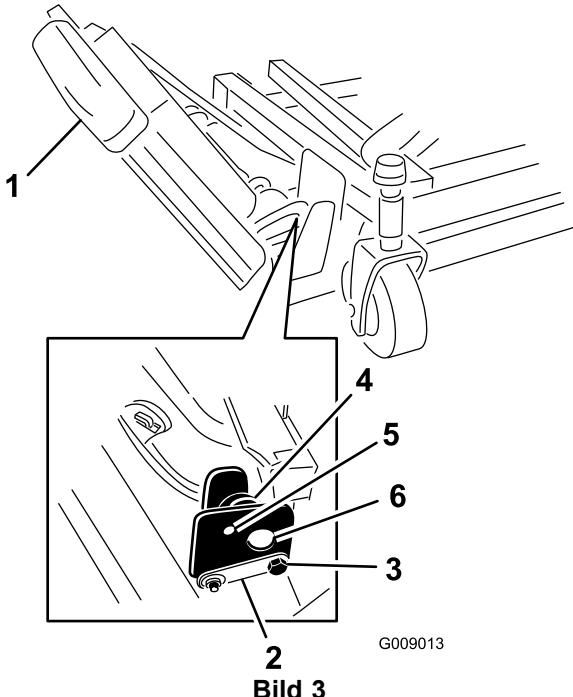

Bild 3
1. Nehmen Sie die Muttern ab, mit denen die vorderen und hinteren Anschlagschrauben an den Befestigungen des rechten Flügelmähwerks befestigt sind (Bild 3).
2. Stützen Sie den rechten Flügel ab und nehmen Sie die vorderen und hinteren Anschlagschrauben aus den Mähwerkbefestigungen heraus (Bild 3). Lassen Sie die Ekzenter zwischen den Mähwerkbefestigungen.